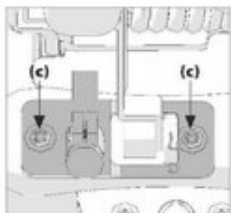

Fig. 7
- Poluźnij dwie śruby (Fig.7,c)